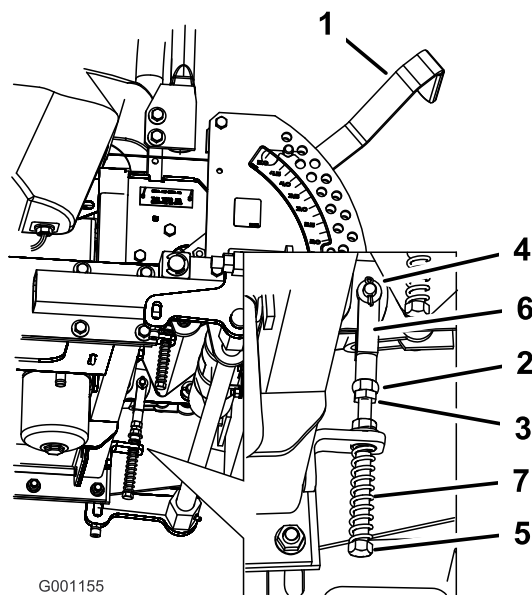

Figure 71
8. Si un réglage s'impose, desserrez l'écrou et l'écrou de blocage vissés contre la chape (Figure 71).
9. Appliquez une légère pression à l'arrière du levier, et tournez la tête du boulon de réglage dans le sens voulu pour centrer le levier à la position de verrouillage du point mort (Figure 71).
10. Serrez l'écrou et l'écrou de blocage (Figure 71).